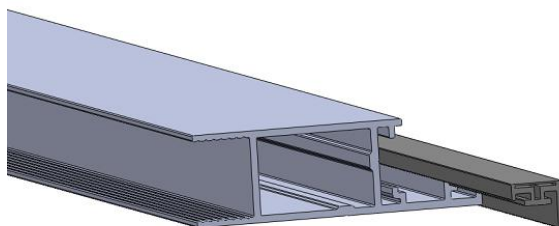

Figura 7
- Insertar la junta de estanqueidad en el perfil vertical del panel fijo (figura 7).